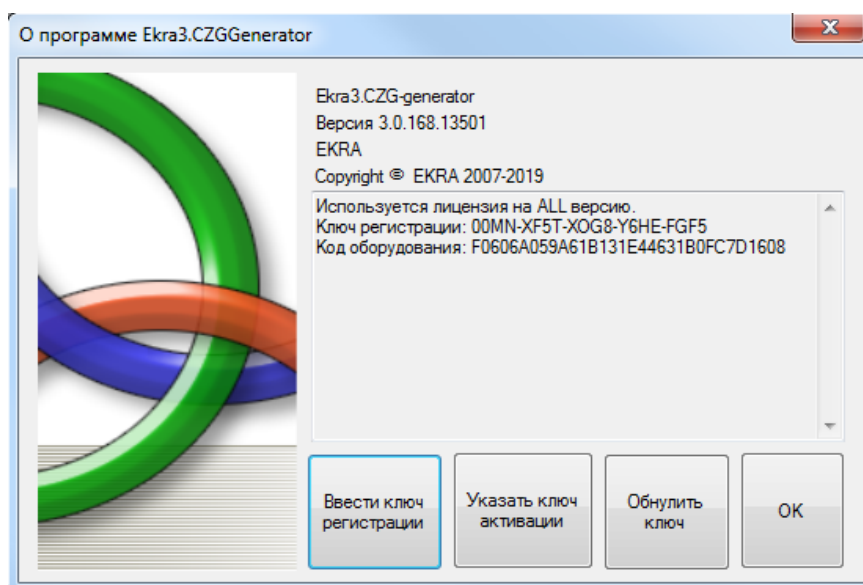

Рисунок 4.1
4.1.1.1 Перейти в пункт меню **Справка** → **О программе** (см. рисунок 4.1).